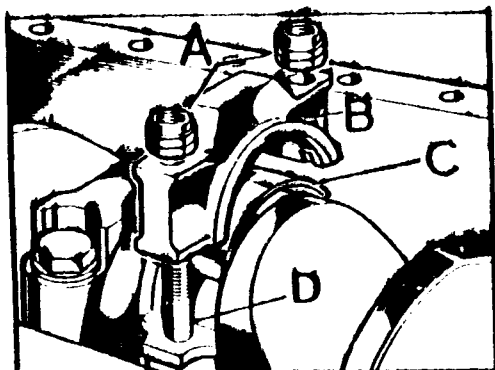
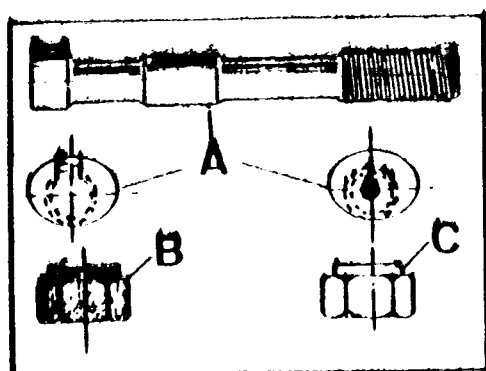

Fig. A3-85 Desmontaje de pistones y bielas
Fig. A3-87 Identificación de tornillos y tuercas de biela
- 1.3. Con dos pistones en punto muerto inferior, soltar las tuercas, A (Fig. A3-85) extraer las tapas, B, y los cojinetes, C. Desmontar los conjuntos de pistones y bielas por la parte superior del bloque y formar juegos con las tapas y casquillos respectivos.
- 2.4. Montar las tapas, B (Fig. A3-85) con sus tornillos, D, los cuales deberán de ser de rosca laminada (ver identificación Fig. A3-87).
- 2.5. Montar tuercas nuevas, A (Fig. A3-87) las cuales podrán ser cadmiadas o de acabado natural, y apretarlas a una tensión que dependerá del tipo de tuerca que sea.
- 5.3. Apretar las tuercas con una tensión de 3,5 á 4,50 mkg, dependiendo este apriete del tipo de tuerca (ver Fig. A3-87).